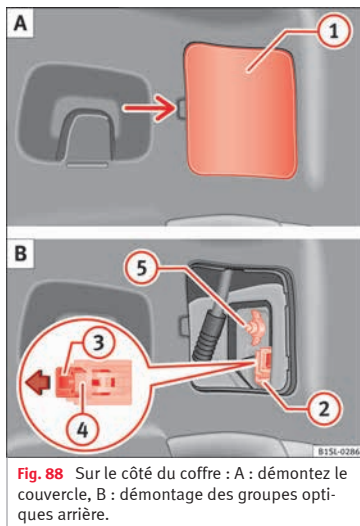

Fig. 88 Sur le côté du coffre : A : démontez le couvercle, B : démontage des groupes optiques arrière.
- Retirez soigneusement le cache (1) en faisant le vier » fig. 88 A.
- Tirez le verrouillage (3) sur le connecteur (2) dans le sens de la flèche » fig. 88 B. Pour cela, utilisez le tournevis de l'outillage de bord.
- Appuyez sur le cran (4) et retirez le connecteur (2) » fig. 88 B.
- Déposez l'écrou papillon ⑤ » fig. 88 B.
- Fixez avec une main le feu arrière en position de montage et vissez fortement l'écrou papillon avec l'autre main ⑤ » fig. 88 B.
- Insérez le connecteur ② dans le support d'ampoule et appuyez sur le verrouillage ③ du connecteur dans le sens contraire à la flèche » fig. 88 B.